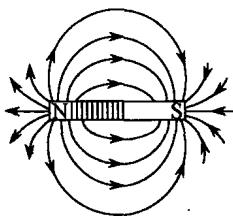

图 1—7 磁力线分布
2) 磁力线。为了形象地描述磁场的强弱和方向，科学家虚构出一组曲线，叫磁力线，如图 1—7 所示。